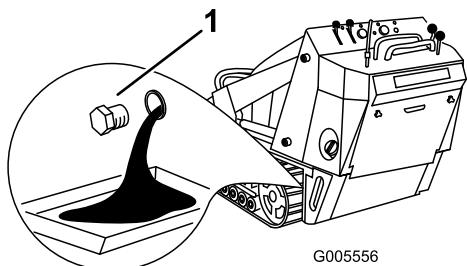

Рисунок 33
- Снимите заглушку слива (Рисунок 33).